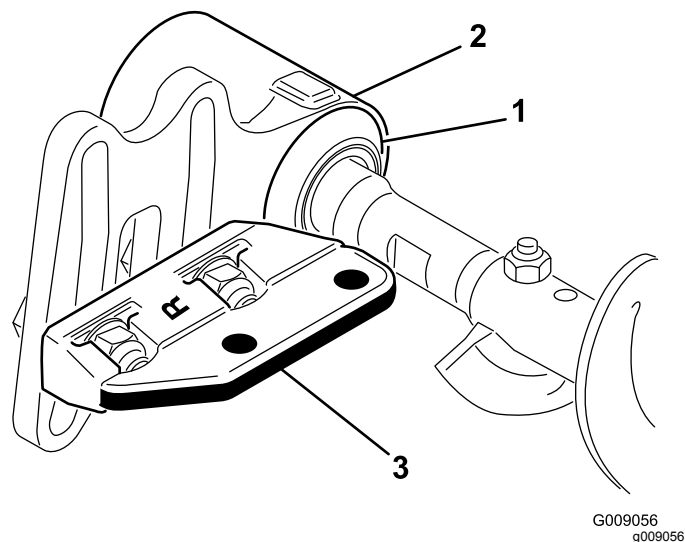

Рисунок 26
11. Сдвиньте все защитные уплотнения наружу так, чтобы манжетные уплотнения слегка касались каждого корпуса подшипника (Рисунок 26).